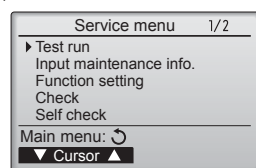

Fig. 6-3
③ Выберите режим "Test run" (Тестовый прогон) кнопкой [F1] или [F2], затем нажмите кнопку . (Fig. 6-3)